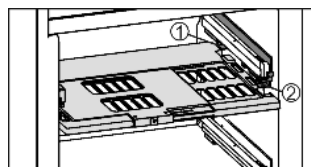

Fig. 15
- ▶ Установлення пластины регулювання вологості: поперечні ребра кришки на пластині вставити через низ у задній кронштейн *Fig. 15 (1)* і заклацнути спереду на кронштейні *Fig. 15 (2)*.